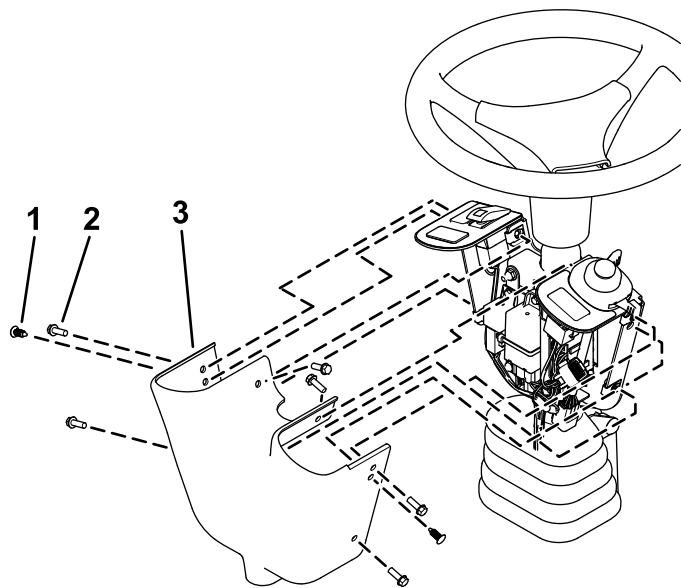

Figura 10
14. Instale la cubierta de los mandos en el soporte de los interruptores usando 2 grapas y 6 tornillos de cabeza hexagonal ($\frac{1}{4}$ " x $\frac{3}{4}$ "), como se muestra en la Figura 10.